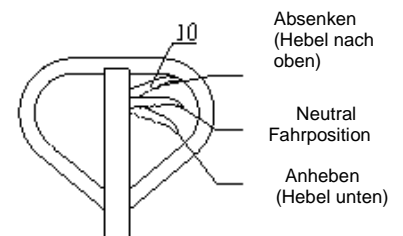

Abbildung 5
4.1 Nach Montage des Hubwagens Deichsel auf- und abbewegen und Steuerhebel (Pos. 10) in die verschiedenen Positionen „Anheben“, „Neutral“ und „Absenken“ bringen (siehe Abb. 5). Die einwandfreie Funktionsweise der verschiedenen Positionen kontrollieren.